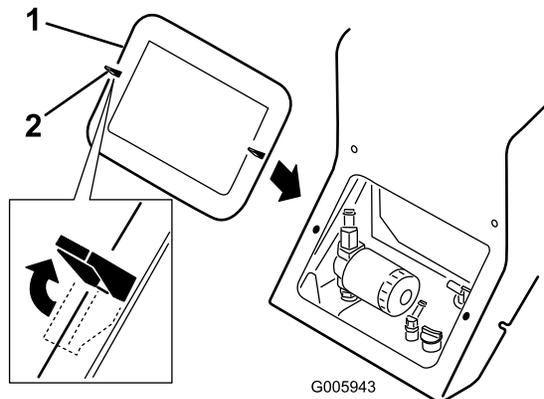

図 24
4. ロッキングタブ2枚 図 24を外す 図は上タブと左タブ